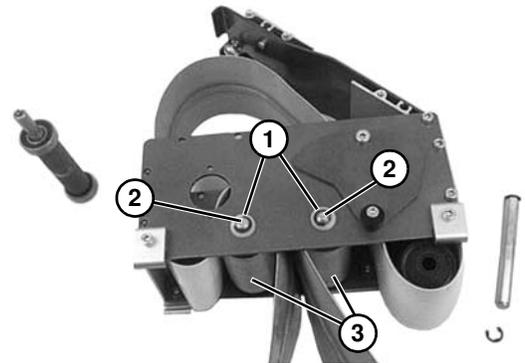

Figura 69
- En el caso de transportadores de 44 mm, 70 mm o 95 mm de ancho, quite las grapas de anillo y las arandelas (**Figura 69, artículo 1**). Retire los ejes de las poleas (**Figura 69, artículo 2**) y las poleas (**Figura 69, artículo 3**).